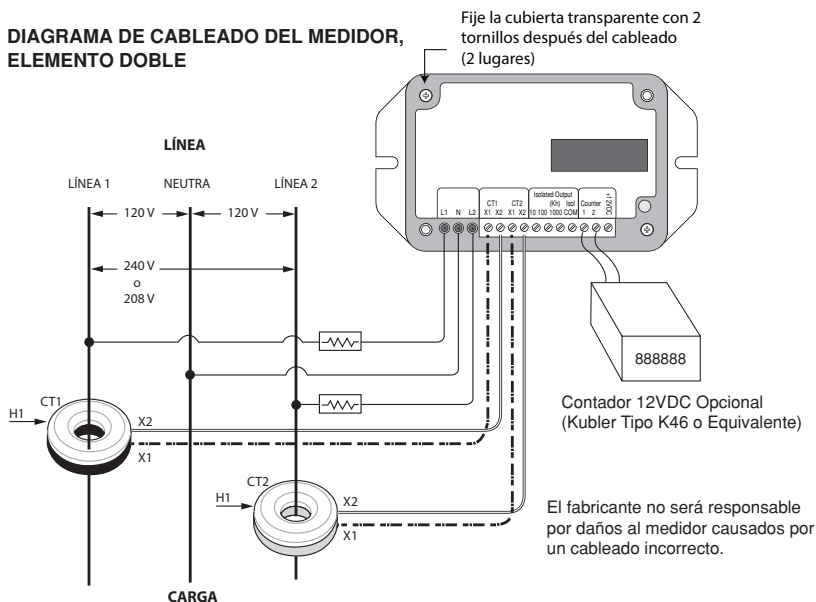

Figura 5 – Diagrama de conexión del Medidor con Elemento Único y Elemento Doble
5. Siguiendo todos los códigos eléctricos nacionales y locales, conecte los cables a las ubicaciones adecuadas en el centro de carga. Los cables deben estar apretados de tal manera que se mantengan ajustados en su lugar, pero no debe apretarlos en exceso ya que esto puede comprimir y debilitar el conductor. Consulte la figura 5 para el diagrama de cableado del medidor.
NOTA: Si no se instalan los CTs en la orientación correcta y la fase correcta, esto dará como resultado lecturas del medidor inexactas. El diagrama de cableado del medidor se muestra en la Figura 5.